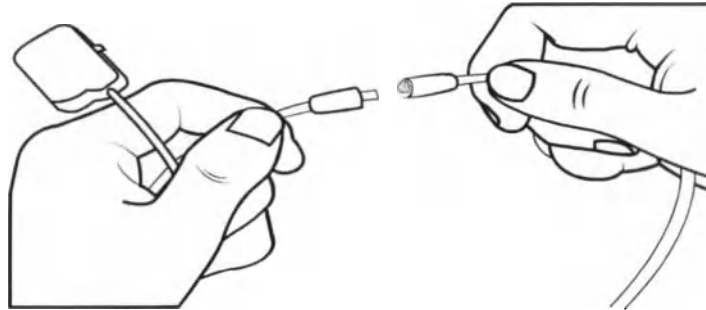

Рисунок 14. Кабели и удлинитель операционный 1х8
1. Прикрепите удлинитель кабеля операционного к кабелю операционному (Рисунок 14).